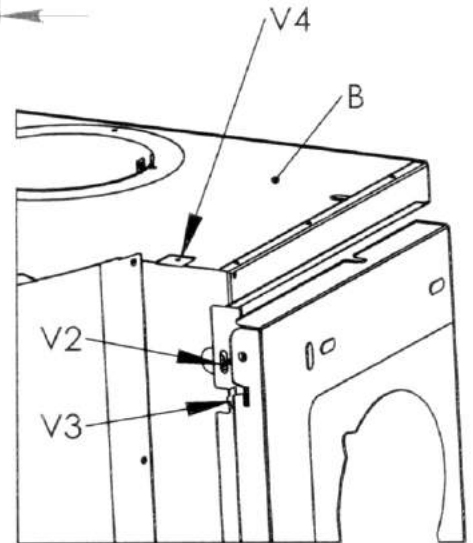

Fig.3
- Agganciare la cappa alla schiena tramite i 4 ganci (V3), assicurandosi che la cappa scenda di circa 1cm e verificandone la tenuta (Fig.3).
- Nel caso di versione aspirante individuare la lunghezza ottimale del tubo di scarico dei fumi ed eseguire il collegamento: quando possibile il coperchio (B) può venir temporaneamente rimosso agendo sulle relative viti di fissaggio (V4).
- Check that the hooks are resistant (Fig. 3).
- If the hood is of extraction type identify the correct length of the exhaust duct and connect the hood: when possible, the top (B) can be removed temporarily by undoing the screws (V4).